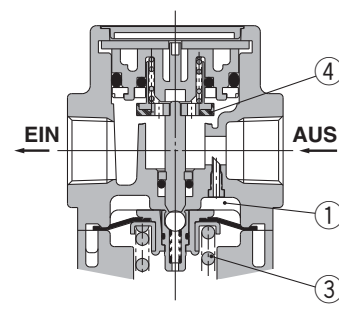

Abb. 2 Rückstrom
Wird der Eingangsdruck ausgeschaltet und abgelassen, öffnet sich das Rückschlagventil ② und der Druck aus der Membrankammer ① wird zur Eingangsseite geleitet (Abb. 2).
Dies verringert den Druck in der Membrankammer ① und die durch die Reglerfeder ③ verursachte Kraft hebt die Membrane. Das Ventil ④ öffnet sich durch den Ventilstößel und der Ausgangsdruck wird zur Eingangsseite geleitet (Abb. 2).